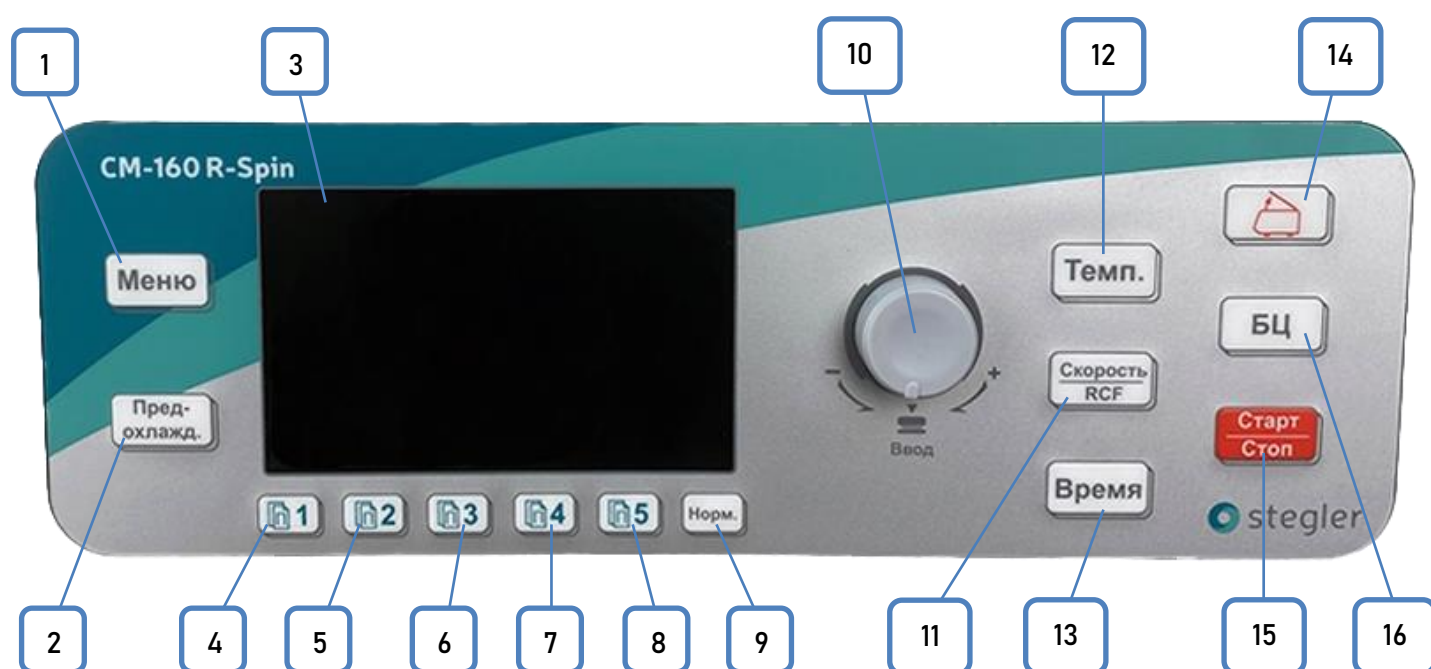

Рисунок 2 – Панель управления Изделия
Выберете 1 из 10 (1-5 с помощью клавиш 4,5,6,7,8 (Рис. 2), 6-10 – с помощью контроллера (10) (Рис.2)) предустановленных программ для быстрого запуска процесса центрифугирования. Каждую из предустановленных программ можно настроить под свои задачи.
При помощи селектора (10) (Рис. 2) задайте необходимые параметры, затем клавишами (15) / (16) (Рис. 2) запустите процесс центрифугирования.